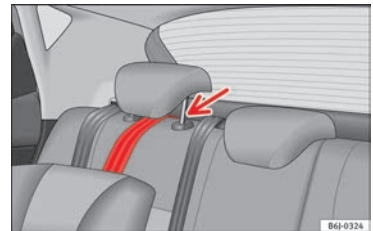

Bild 28 Förankringsbälte: korrekt justering och montering.
- För bältet under baksätets nackskydd **» bild 28** (lyft nackskyddet vid behov).